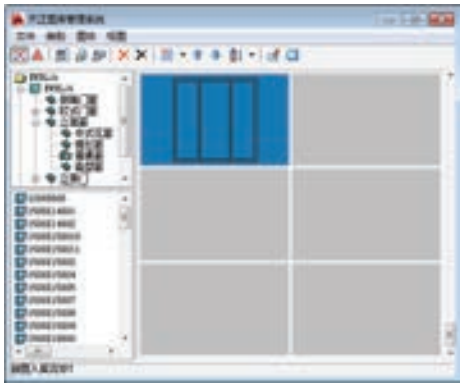

图 11-32 立面窗幻灯片样式
9) 此时可以在“天正图库管理系统”窗口中观察到已创建的立面窗幻灯片样式, 如图 11-32 所示。